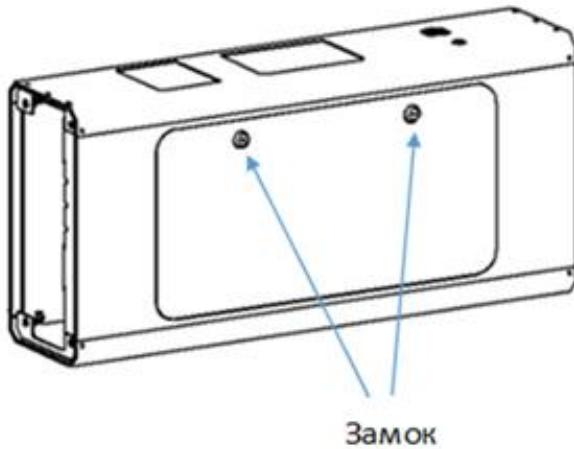

Рисунок 9
– с помощью трёхгранныного ключа открыть технологический люк, расположенный в верхней части центрального блока (рисунок 9);